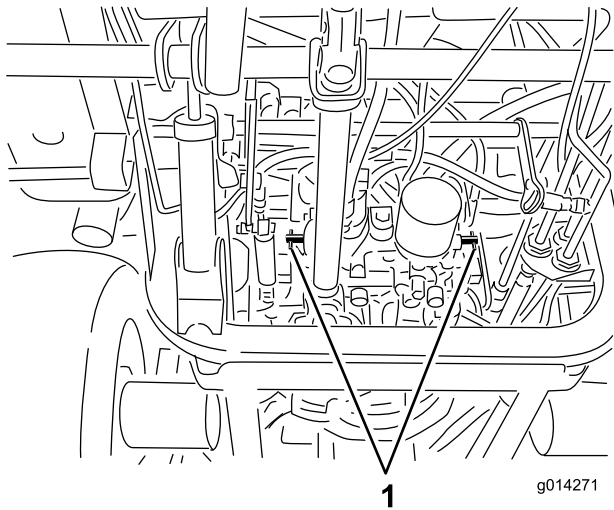

图25
- 将各个旁通阀分别逆时针旋转 1 圈 图25。
- 将各个旁通阀分别顺时针旋转 1 圈并用手拧紧 图25。
2. 如图25所示上紧阀门扭矩至约 8N·m。